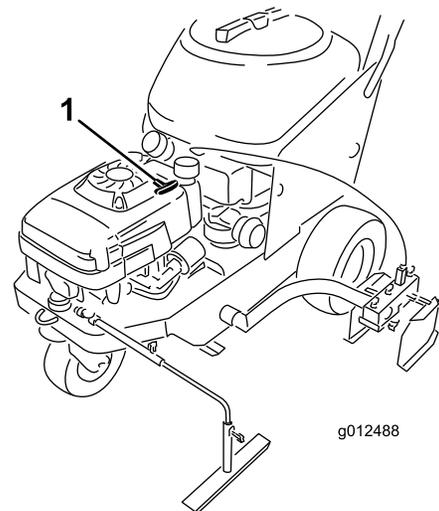

Bild 13
Der Rücklaufstarter (Bild 13) befindet sich oben am Motor. Ziehen Sie den Rücklaufstarter zum Anlassen des Motors.
6. Ziehen Sie leicht am Startergriff (Bild 13), bis Sie einen Widerstand spüren. Ziehen Sie ihn dann kräftig durch. Lassen Sie das Seil langsam zum Griff zurücklaufen.